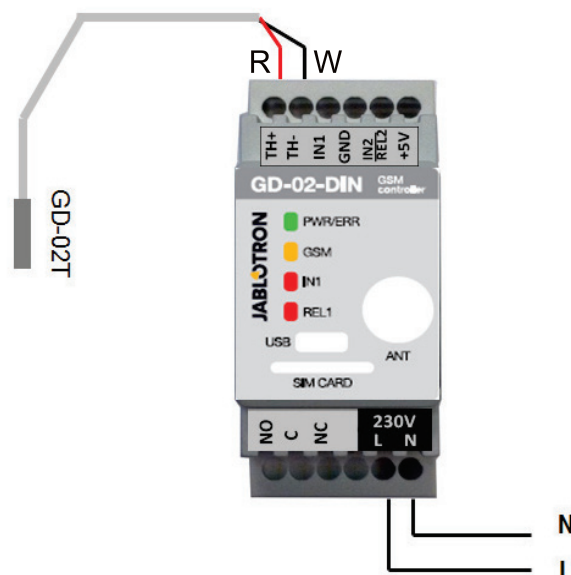

Fig. 4: Temperaturmåling
- Husk korrekt polaritet, når den digitale varmekøler er tilsluttet (rød ledning = TH+, hvid ledning = TH-). Se fig. 4